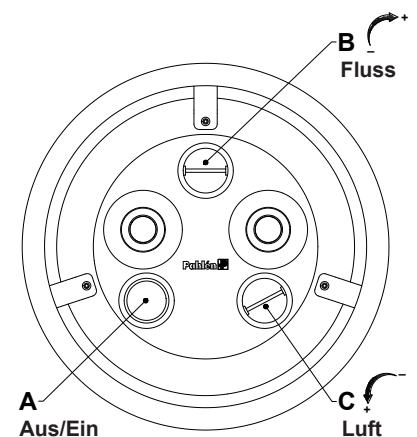

Abbildung 1.
8. Überprüfen Sie, dass die Drehrichtung der Pumpe mit der des Systems übereinstimmt. Öffnen Sie die Ventile. Füllen Sie die Pumpe vollständig mit Wasser, bevor sie mit der Drucktaste A (Abb. 1) auf der Edelstahl-Front gestartet wird.
9. Die Strömung kann mit dem Drehschalter B (Abb. 1) oberhalb der Ablauföffnungen reguliert werden. Luft kann den Wasserstrahlen mit dem Drehschalter C (Abb. 1) unter den Ablauföffnungen zugesetzt werden.
Die Jet Swim-Pumpe wird durch Luftimpulse über den Taster A auf der Edelstahl-Front gestartet und gestoppt, siehe Abbildung 1.
Der Wasserstrom kann mit dem Drehschalter B oberhalb der Ablauföffnungen gesteuert werden können, siehe Abbildung 1.
Luft kann den Wasserstrahlen zugesetzt werden und wird mit dem Drehschalter C unter den Ablauföffnungen reguliert, siehe Abbildung 1.